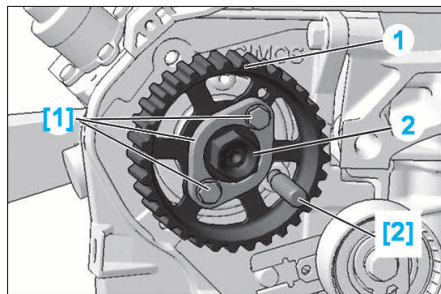

FIG. 40
- Placer l'outil [1] sur la poulie de pompe haute pression (1) (Fig.40).